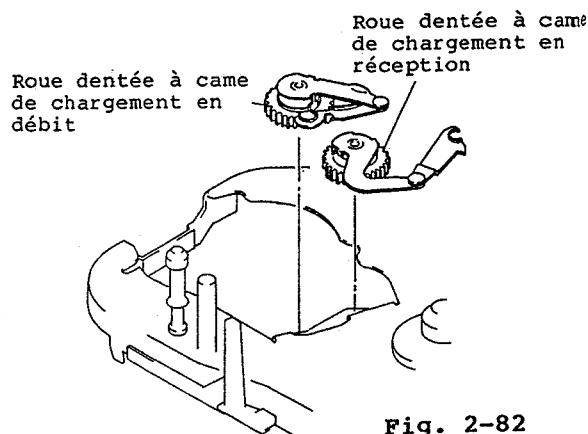

Fig. 2-82
1. Déposer la roue dentée de chargement en débit et la roue dentée de chargement à came en réception. (Se reporter à la figure 2-82)